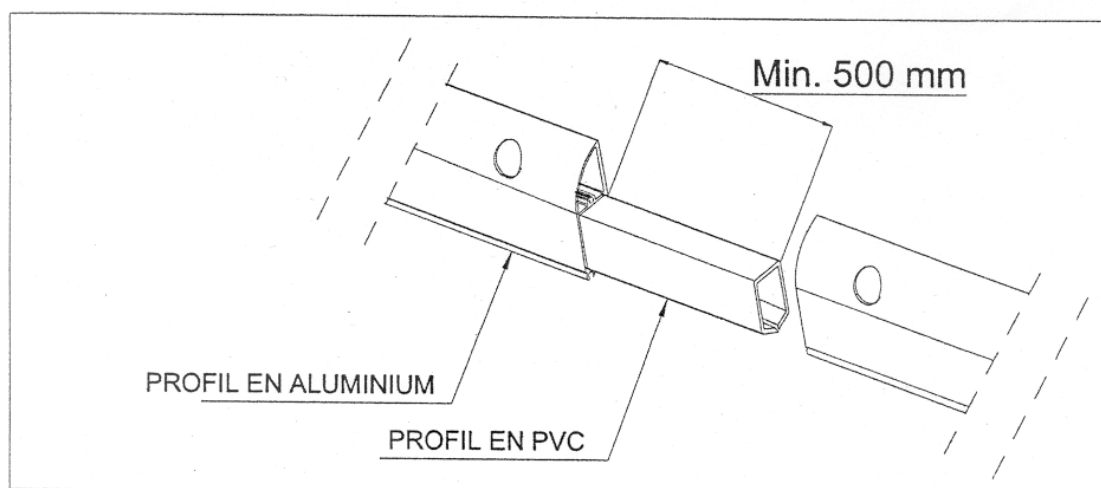

Fig.1
1. Plaats de PVC profielen zodanig dat ze minstens 500mm uitsteken, op deze manier zullen de elektrische componenten beschermd zijn tegen atmosferische invloeden op de assemblage punten. (fig 1)